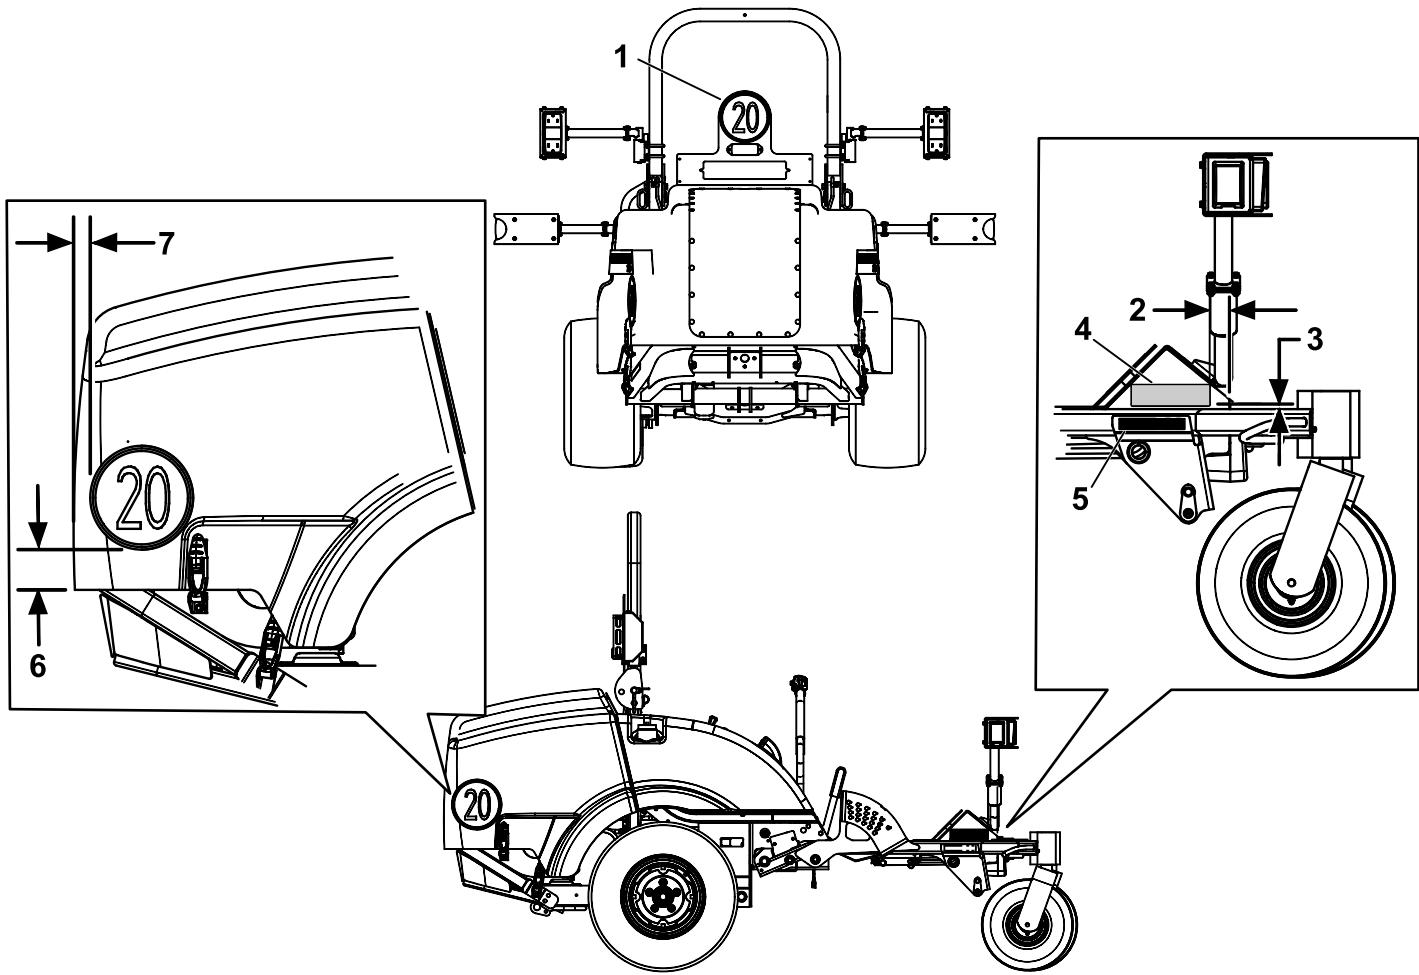

Bild 17
1. Bringen Sie den 20-km/h-Aufkleber an, wie in Bild 17 abgebildet.
2. Montieren Sie die Seriennummernplatte, wie in Bild 17 abgebildet.
3. Stempeln Sie das Datum im Bereich, der in Bild 17 abgebildet ist, in die Seite des Metallrahmens.